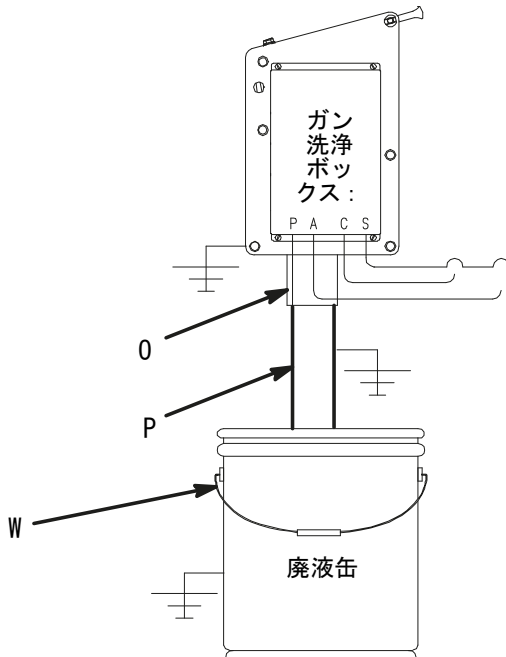

図 6: 密閉式の廃液缶に関する要件
ガン洗浄ボックスの排出口 (O) と密閉式の金属廃液缶 (W) の間は、可能な限り長い、まっすぐなプラスチックまたは接地された金属管 (P) のセクションで接続してください。次を参照してください：図 6。